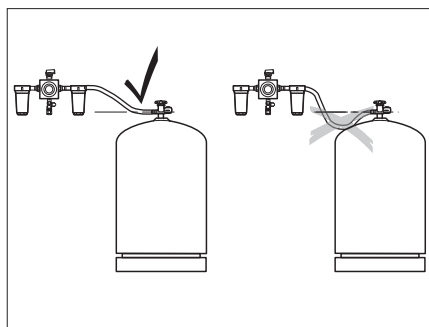

Fig. 84 Posa dei tubi flessibili ad alta pressione
- ▷ Nella posa dei tubi flessibili ad alta pressione verificare che i tubi siano sempre in pendenza verso l'alto (Fig. 84).